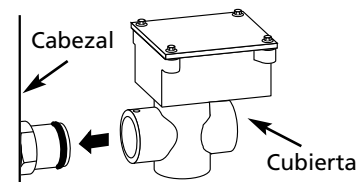

Figura 2
5. Conecte la cubierta del monitor de nivel de aceite al adaptador (Vea la Figura 2).